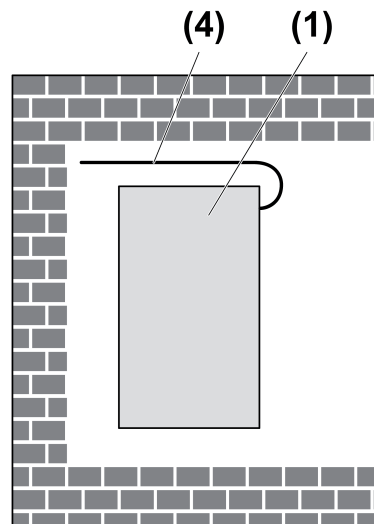

Figura 4
- Tenere l'antenna (4) il più distesa e libera possibile (figura 4).